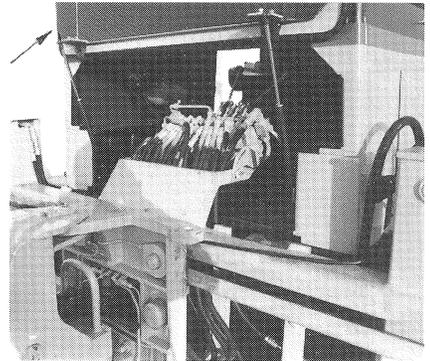

Bild 28
- (1) Die Heckklappe des Laders entriegeln und nach oben schwenken (Bild 28/Pfeil).
- (2) Den Lader an den Heckbagger so heranzufahren, daß die Ausnehmungen für die Klemmpratzen vom Lader und Heckbagger maßlich übereinstimmen.